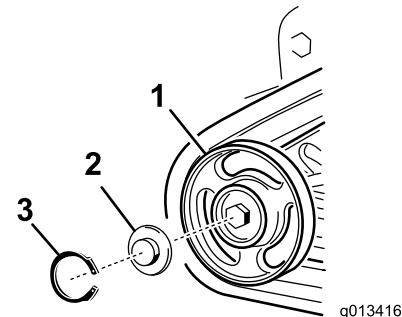

Figure 52
4. Déposez le circlip et le chapeau d'un galet de roulement (Figure 52).
5. Vérifiez la graisse sous le chapeau et autour du joint (Figure 52). Si elle est encrassée, granuleuse ou en quantité insuffisante, enlevez toute la graisse, remplacez le joint et ajoutez de la graisse neuve.
7. Placez le chapeau de galet de roulement sur la tête du boulon (Figure 52).
8. Fixez le chapeau avec le circlip (Figure 52).